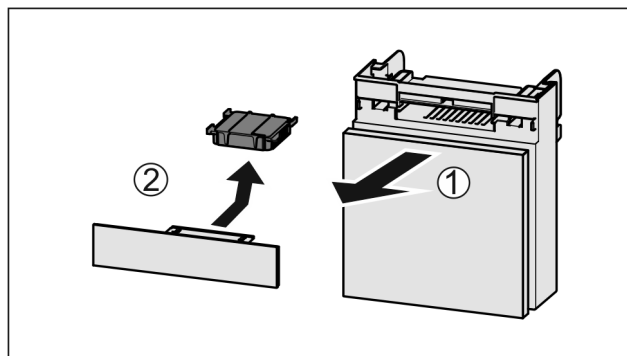

Fig. 214
- Extraire le compartiment par l'avant Fig. 214 (1).
- Sortir le filtre à charbon actif Fig. 214 (2).